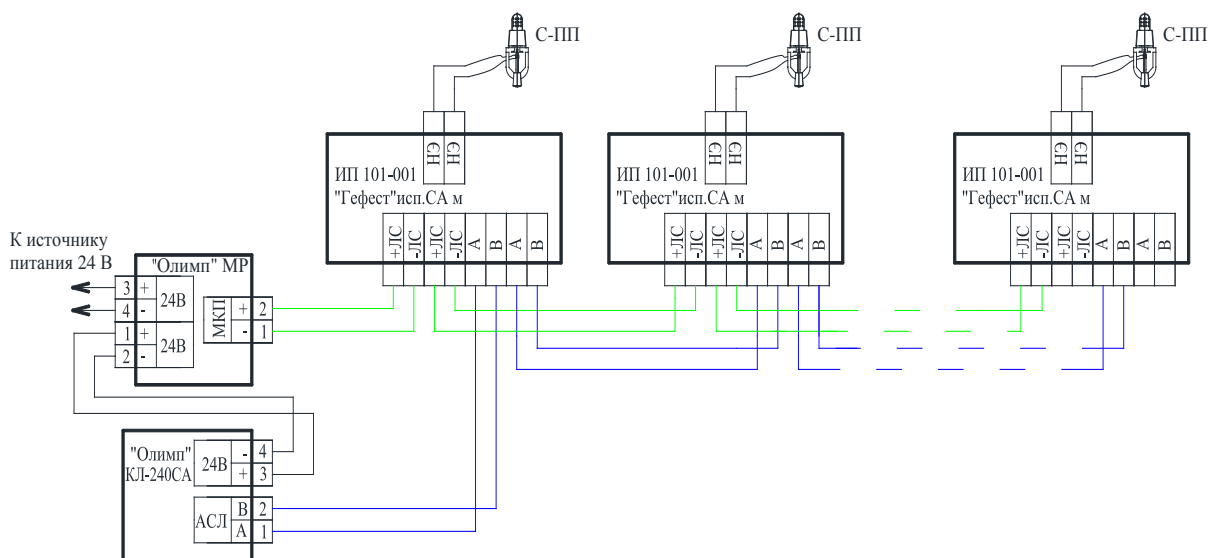

Рисунок 4 - Схема подключения извещателей.
2.2.2 Питание извещателя осуществляется по линии 24 В от Модуля релейного МР ПКТС «Олимп» (см. рис. 4). Допускается использовать другие источники питания постоянного тока с номинальным напряжением 24 В при применении сертифицированных устройств, осуществляющих смену полярности напряжения питания на входе извещателя по команде «Пуск» от КЛ-240СА.
3.1.10 Произвести подсоединение извещателя к ЛС, АСЛ и НЭ согласно схеме подключений на рис. 4 настоящего руководства.